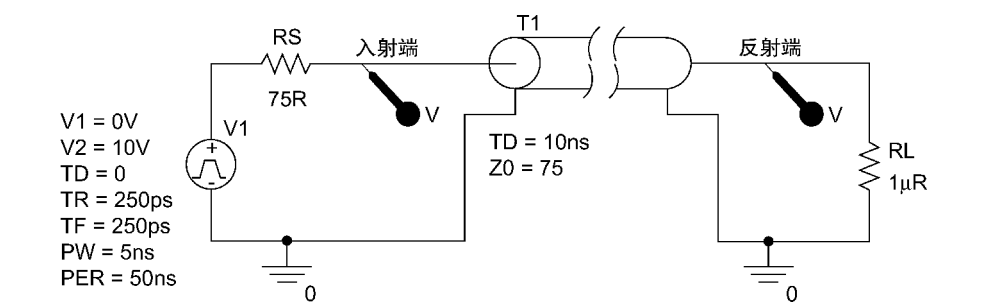

图 17.12 负载短路
7. 删除电流探针，然后把负载电阻的参数值修改为 1μΩ，即负载短路。如图 17.12 所示，在传输线的入射点和短路电阻的顶端分别放置电压探针，然后对